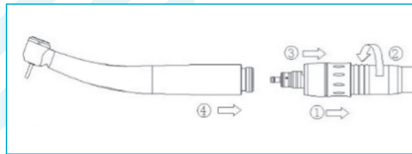

Fig. 6-7
- Atornille el acoplamiento LED en la manguera para turbinas (Fig. 6-7①).
- Apriete el tapón de rosca de la manguera para turbinas con la mano (Fig. 6-7②).
- Monte el dispositivo médico con precisión en el acoplamiento LED mientras desliza el anillo de bloqueo (Fig. 6-7③④).